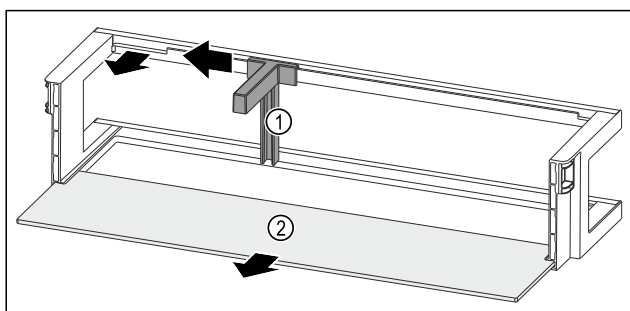

Fig. 203 Półka w drzwiach z uchwytem butelek i półką
- ▶ Przesunąć uchwyt butelek Fig. 203 (1) na bok do zagłębienia.
- ▶ Wyjąć uchwyt butelek Fig. 203 (1).
- ▶ Wyjąć półkę Fig. 203 (2).